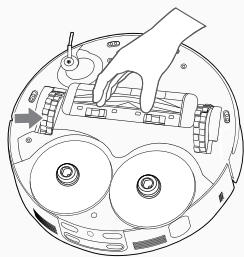

Fig. 11
2. Trykk på klemmene på bunnplaten og ta av agitatordekslet. [Fig. 11]